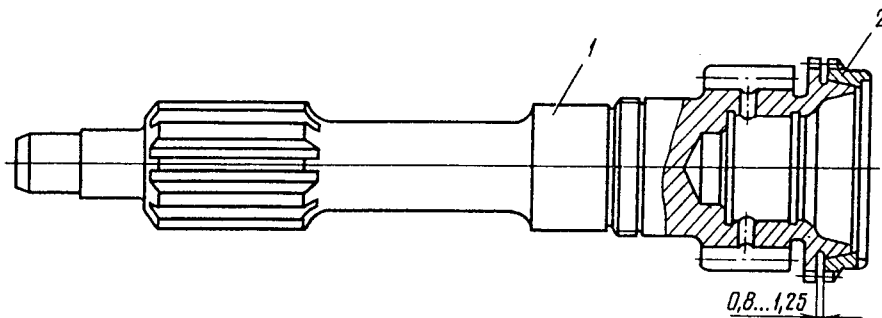

Bild 91. Kupplungswelle mit eingelaufenem Synchronring:
1. Sperring am Wellenkegel auf 0,8...1,25 mm einschleifen (Bild 91).
Synchronsperring am Kegel des Zahnrades des dritten Ganges auf 0,8...1,25 mm einschleifen (s. Bild 91).